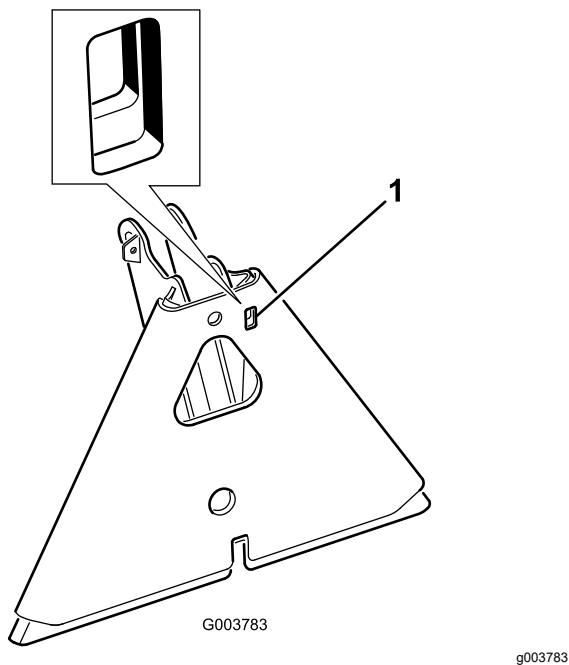

Figura 57
**Nota:** Si el adaptador del apero se adhiere al adaptador de la unidad de tracción, introduzca una palanca o un destornillador en la ranura para separar las piezas (Figura 57).